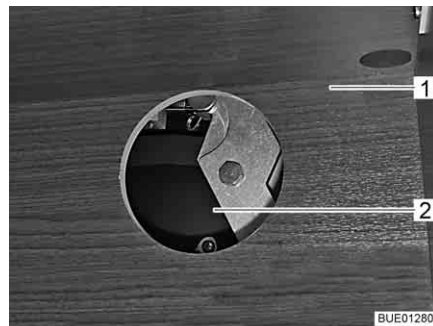

Fig. 109 Acceso al accionamiento
- Según el modelo, abrir la trampilla del armario de pared (Fig. 109,1) y retirar la tapa de la apertura de acceso (Fig. 109,2).